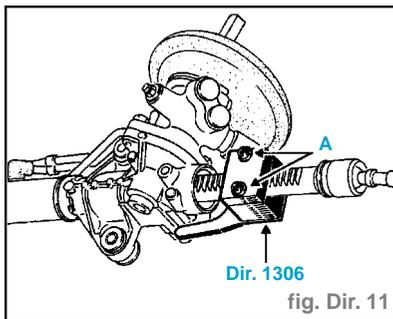

fig. Dir. 11
- Mettre en place l'outil **Dir. 1306** sur la denture du barreau côté valve et serrer les deux vis (A) (fig. Dir. 11).